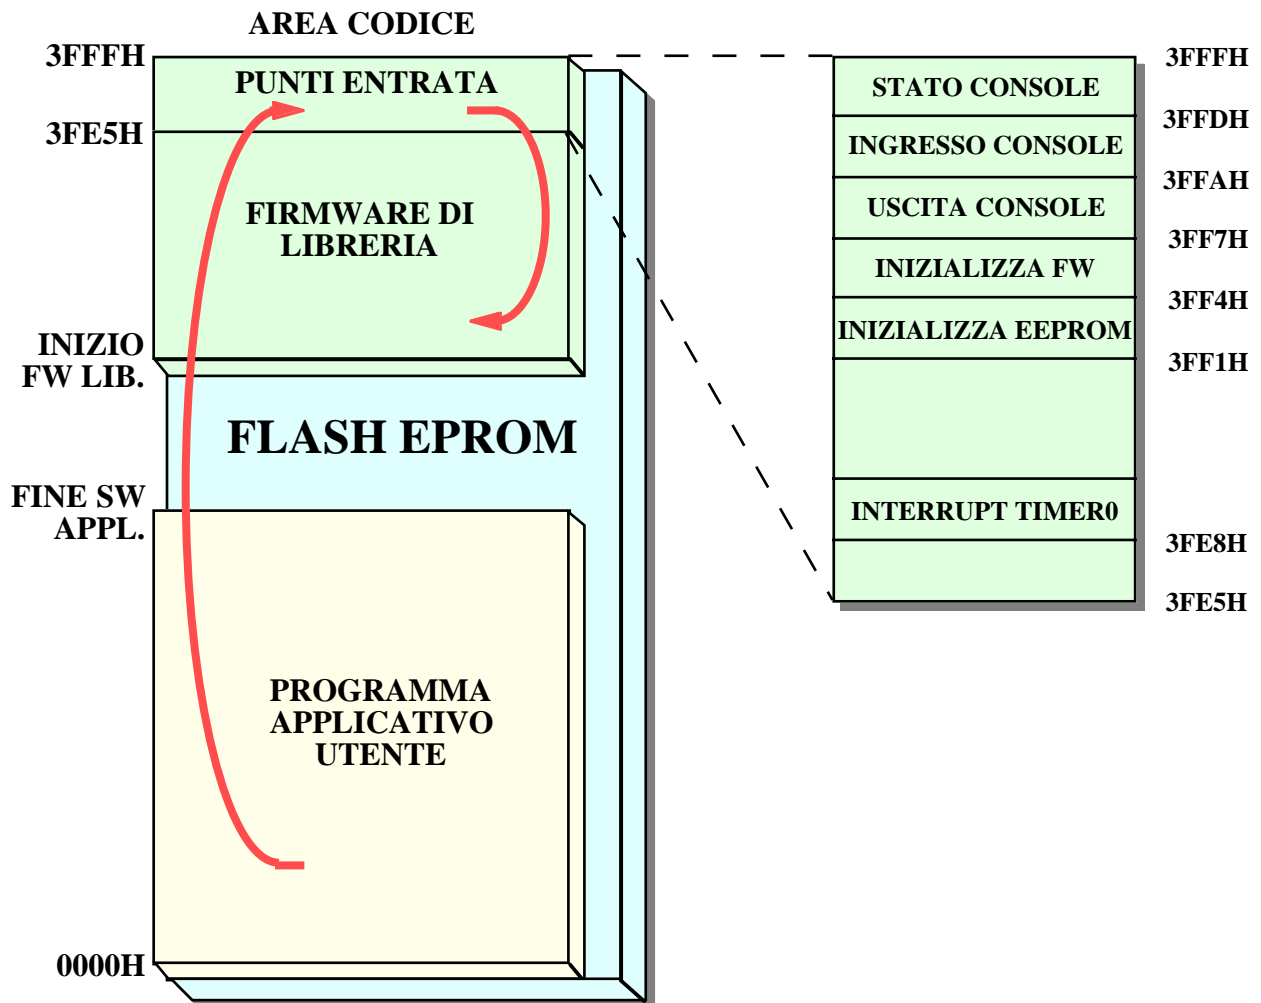

FIGURA 3: ORGANIZZAZIONE AREA CODICE CON LIBRERIA
d) Fisicamente la libreria coincide con un codice eseguibile che deve essere salvato al termine della area codice del microcontrollore come indicato in figura 3. Tale codice viene fornito nel file QTP12xx.HEX che, grazie al suo formato HEX, può essere utilizzato direttamente per la programmazione della FLASH. In quest'ultima memoria oltre al firmware descritto si dovrà salvare anche il codice eseguibile del programma applicativo utente che deve essere naturalmente allocato all'inizio dell'area codice in modo che venga immediatamente eseguito a seguito di un'accensione o di un reset. Il passaggio dal programma applicativo alla libreria é effettuato tramite un'opportuna tabella di entrata, allocata ad indirizzi fissi, che funge da ponte di collegamento tra i due codici presenti nell'unica area codice.
- f) Ridirezionare il vettore di risposta all'interrupt **TIMER0** del microcontrollore, al corrispondente punto d'entrata della libreria indicato in figura 3. La ridirezione descritta deve essere realizzata seguendo le regole dell'ambiente di sviluppo e normalmente coincide con un'istruzione di salto assoluto (ad esempio **LJMP 3FE8H**) all'indirizzo di entrata, posta nella procedura di risposta al relativo interrupt. Si ricorda che la ridirezione dell'interrupt **TIMER0** è indispensabile per ottenere un completo funzionamento della libreria, in particolare per tutti i processi basati sul tempo come la scansione tastiera, attivazione temporizzata delle risorse, shift messaggi, rappresentazione orologio, ecc.
Come descritto nei paragrafi precedenti la libreria deve essere salvato nella FLASH EPROM del microcontrollore assieme al programma applicativo utente, come illustrato in figura 3. Questo salvataggio avviene tramite una programmazione ISP (In System Programming) che riduce i costi ed i tempi di sviluppo dell'applicazione.